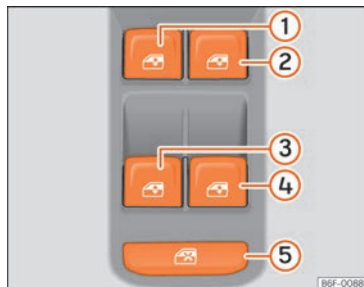

Fig. 147 Detalle de la puerta del conductor: mandos para las ventanillas.
»» fig. 147 ⑤ de la puerta del conductor puede desactivar las teclas de los elevalunas de las puertas traseras.
Las teclas » fig. 147 ①, ②, ③ y ④ tienen dos posiciones para la apertura de las ventanillas y otras dos para el cierre. De este modo es más fácil controlar las operaciones de apertura y cierre.